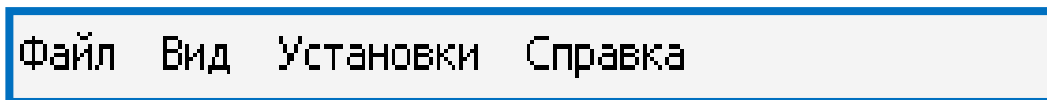

Рисунок 1- Пункты Главного меню
1. Открываем систему **CREDO\_DAT**. В открывшемся рабочем окне доступны четыре пункта главного меню: **Файл, Вид, Установки, Справка** (Рис.1).